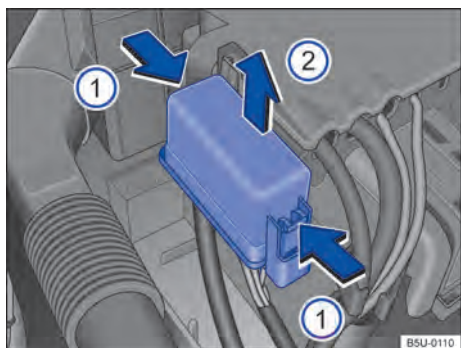

Fig. 164 No compartimento do motor: cobertura da caixa de fusíveis.
- Pressionar as travas no sentido da seta → Fig. 164 ⓘ, para destravar a cobertura da caixa de fusíveis.